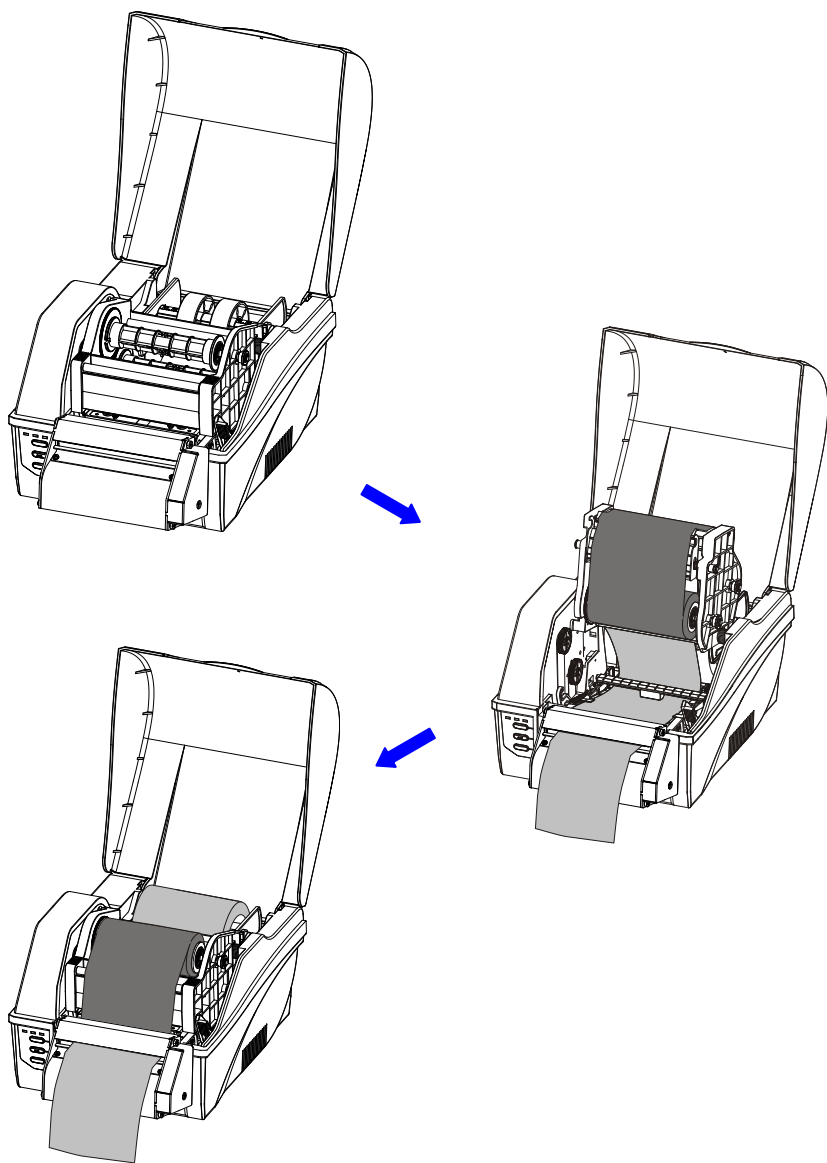

图 6-6
4. 按下打印头模组锁紧杆-右，打开打印头模组架，安装好标签、碳带，并将标签穿过切刀，然后将打印头模组架压下，纸卷安装完成。（图 6-6）